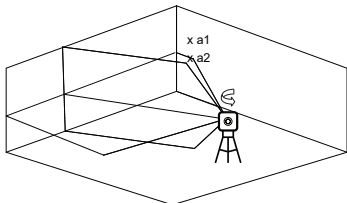

Figura 6
- 4) Rotiți nivela laser în sens antiorar până când marginea dreaptă a liniei orizontale ajunge aproape de **a1**, marcați un punct **a2** pe perete în mijlocul liniei orizontale (vezi figura 6).